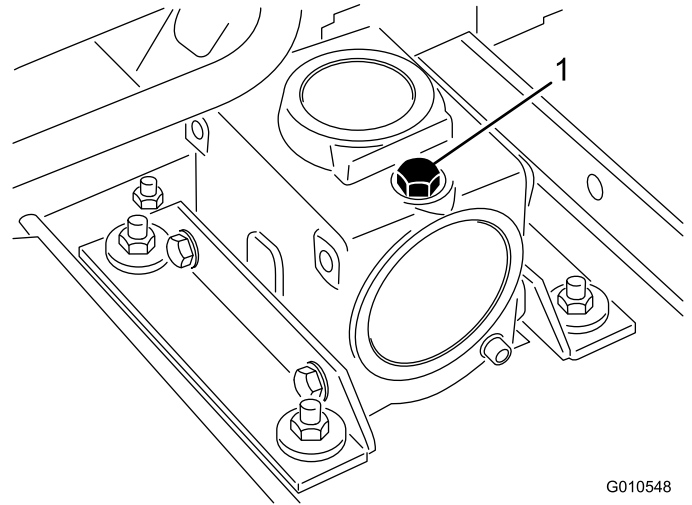

Figura 19
2. Coloque la máquina y la unidad de corte en una superficie nivelada y baje la unidad de corte. Retire la varilla/ tapón de llenado de la parte superior de la caja de engranajes (Figura 19) y asegúrese de que el lubricante está entre las marcas de la varilla. Si el nivel de lubricante es bajo, añada suficiente lubricante SAE 80-90 para que el nivel quede entre las marcas.